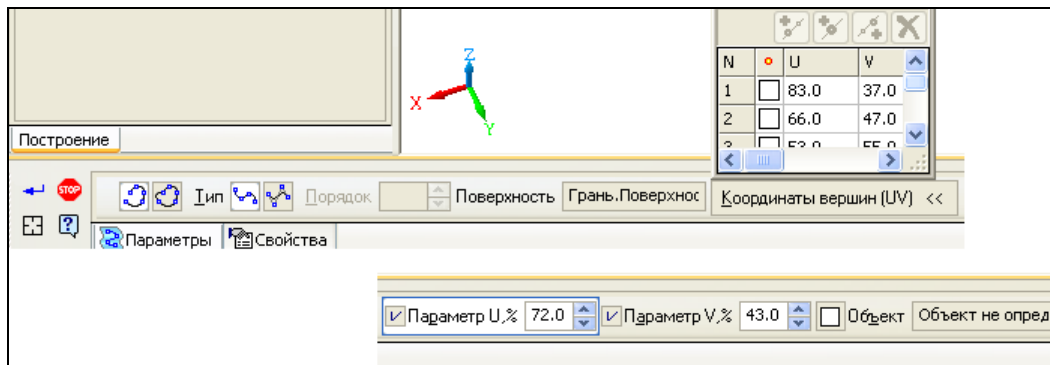

Рис. 7.17. Панель свойств команды **Сплайн по поверхности** на вкладке **Параметры**
- ◆ укажите в окне модели грань, на которой будет построен сплайн. Указанная грань "подсвечивается". На вкладке **Параметры** (рис. 7.17) Панели свойств: